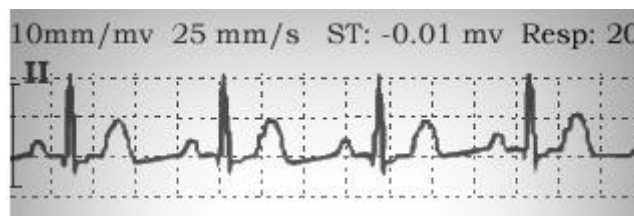

Abbildung 6.3
Wenn eine der EKG Kanalwelle "I / II / III / aVR / aVL / aVF / V" im oberen Fensterbereich (im Wellenfenster WIN-1) des LCD Display eingestellt wird, kann EKG Welle sich zeigen, wie Abbildung 6.3 zeigt.
- Wenn eine der EKG Kanalwellen **“I / II / III / aVR / aVL / aVF / V”** im **“Wellenfenster-1”** eingestellt wird, kann EKG Welle im oberen Fensterbereich des LCD Anzeigebereichs sich zeigen, wie Abbildung 6.3 zeigt.